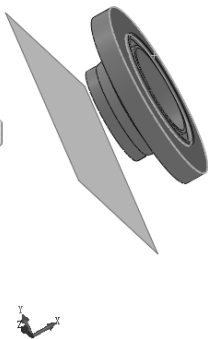
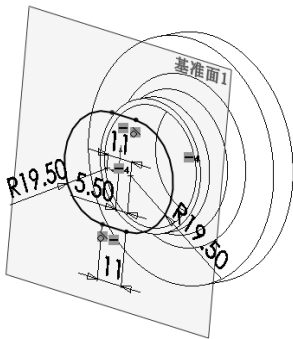

图 7-30 创建基准面
图 7-31 绘制草图
(1) 创建基准面。单击“参考几何体”工具栏中的 (基准面) 按钮, 弹出“基准面”属性管理器; 在 (参考实体) 选项框中选择接口的密封面作为参考平面, 在 (偏移距离) 文本框中输入“40”, 勾选“反转”复选框, 其他选项设置如图 7-30 所示, 单击 (确定) 按钮, 创建基准面。
(2) 新建草图。选择生成的基准面, 单击“草图”工具栏中的 (草图绘制) 按钮, 在其上新建一张草图。
(3) 绘制草图。单击“草图”工具栏中的 (直槽口) 按钮和 (智能尺寸) 按钮, 绘制根部的长圆段草图并标注, 结果如图 7-31 所示。